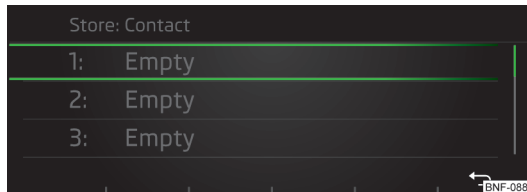

Fig. 114
- ▶ Selectați poziția pentru memorarea favoritului » fig. 114.